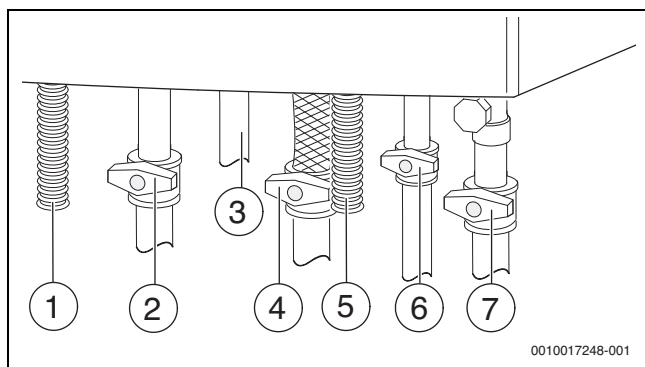

Bild 35 Gas- und wasserseitige Anschlüsse (Zubehör)
- Kaltwasserhahn (→ Bild 35) öffnen und anschließend einen Warmwasserhahn so lange öffnen, bis Wasser austritt.
- Heizungsvorlaufhahn und Heizungsrücklaufhahn (→ Bild 35) öffnen.